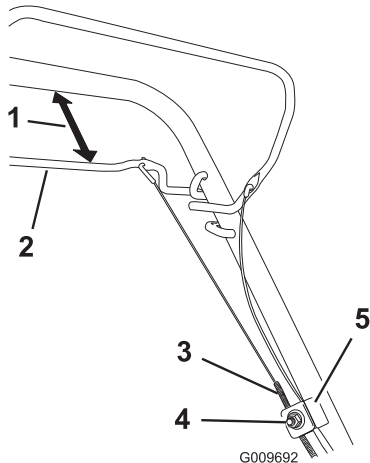

Figure 29
1. Desserrez l'écrou du support de câble (Figure 29).
2. Maintenez la barre de commande d'autopropulsion à 25 à 38 mm (1 à 1,5 po) du guidon (Figure 29).
3. Tirez la gaine du câble vers le bas (vers la machine) jusqu'à ce qu'il n'y ait plus de mou dans le câble (Figure 29).